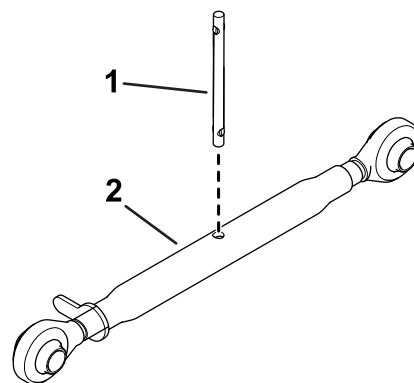

Рисунок 5
- Установите стержень на верхнюю тягу (Рисунок 5).